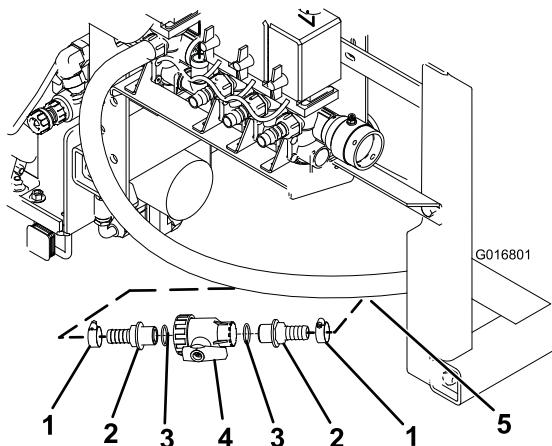

図 6
1. **41008の場合**：攪拌ホースを、バーブから 46 cm のところで切断する（図 6）。
**41009の場合**：攪拌ホースを、バーブから 25.40 cm のところで切断する（図 6）。
- ボールバルブの両側にOリングをはめ込む（図 6）。
- ボールバルブの両側にストレートフィッティングを取り付ける（図 6）。
- アセンブリをホースに接続し、ホースクランプでそれぞれの端部を固定する（図 6）